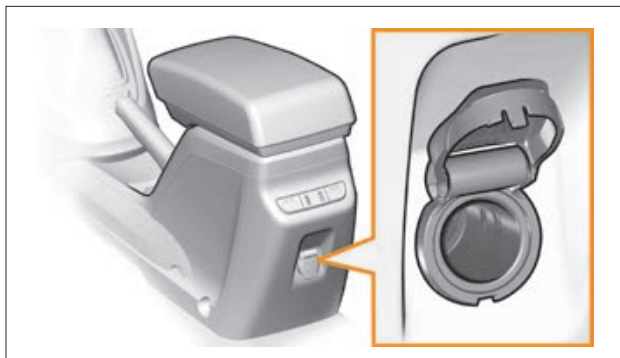

Рис. 4.4.3. Розетка 12 В для пассажиров второго ряда
**В варианном исполнении** для пассажиров второго ряда на центральном подлокотнике устанавливается дополнительная розетка 12 В (рис. 4.4.3).